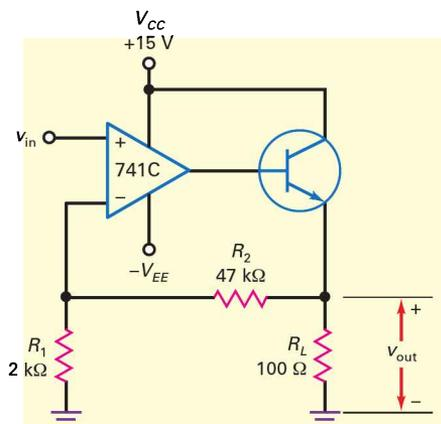

Figure 18.40
18.29 L'ampli non inverseur de la figure 18.40 possède un amplificateur de courant à la sortie. Quel est le gain